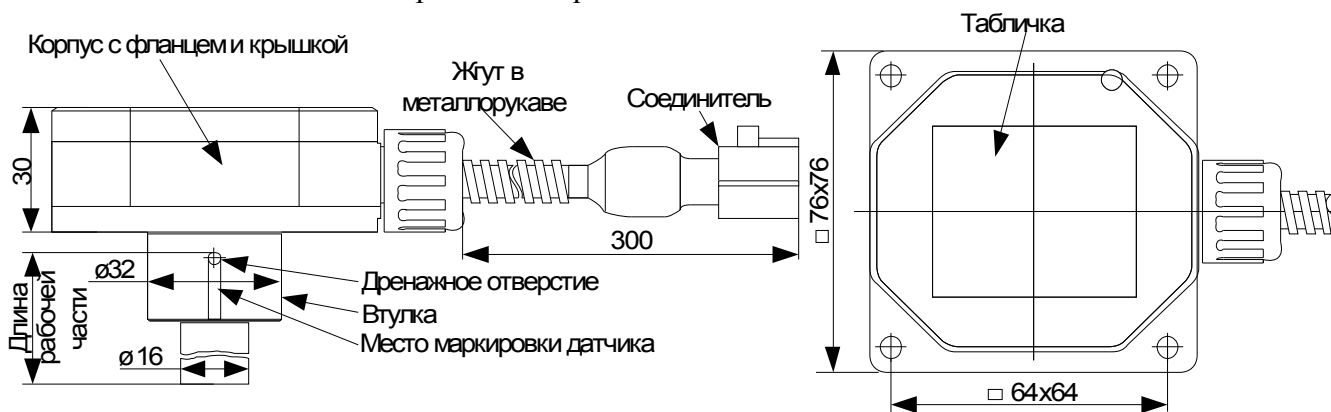

Рис.1 Габаритные и крепежные размеры датчика ДУ-05 базового исполнения
Внешний вид датчика приведен на рис. 1.
Длина рабочей части датчика (см. рис. 1) равна расстоянию от нижнего края наружной трубы датчика до верхнего края дренажного отверстия.
1) наружная труба рабочей части, втулка и фланец датчика (см. рис.1) гальванически развязаны от цепей источника питания и цифровых интерфейсов. Электрическая прочность гальванической изоляции - не менее 1500 В.